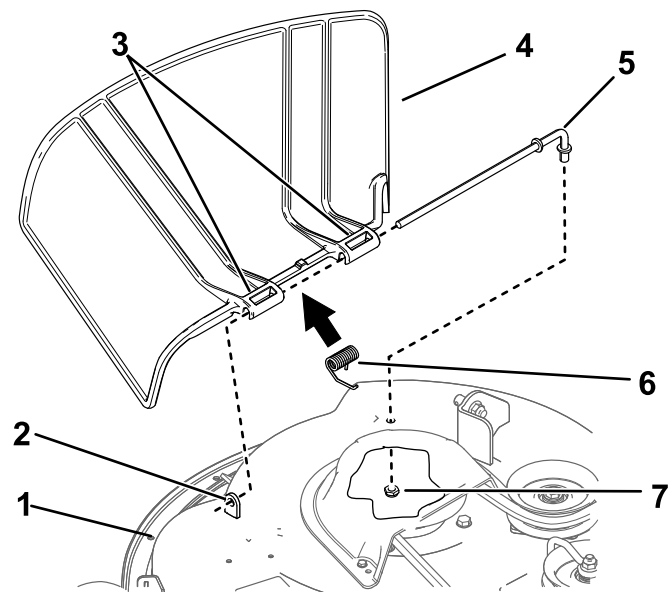

Figura 70
1. Retire la tuerca ($\frac{3}{8}$ ") de la varilla (debajo del cortacésped) (Figura 70).
2. Retire la varilla del espaciador corto, del muelle y del pivote de hierba (Figura 70).
4. Instale el deflector de hierba nuevo (Figura 70).
7. Deslice la varilla por el segundo soporte del deflector de hierba (Figura 70).
9. Sujete el extremo trasero de la varilla al cortacésped con una tuerca ($\frac{3}{8}$ "), según se muestra en Figura 70.